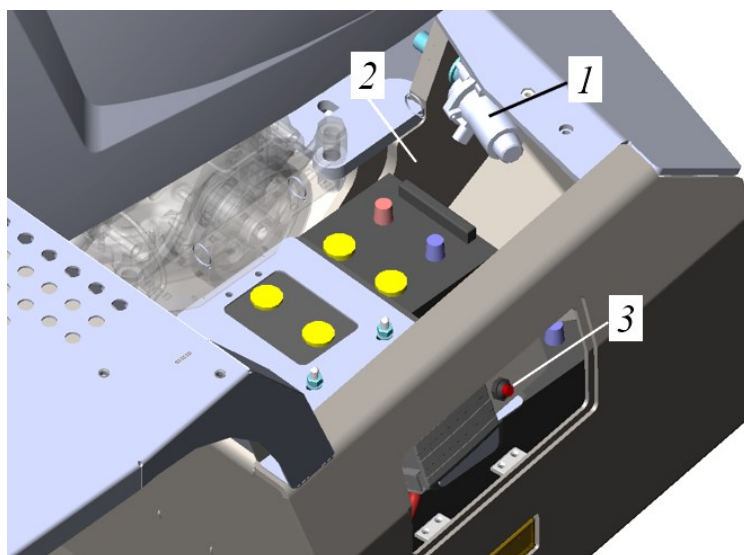

Рисунок 5.61. Аккумуляторный отсек
Выключатель массы 1 находится в аккумуляторном отсеке 2, рис. 5.61. Доступ к нему реализован только после снятия крышки.
Для удобства включения и выключения массы установлена дублирующая кнопка 3 (кнопка дистанционного включения массы), которая расположена под лючком левого противовеса, рис. 5.61.
- Отключить массу (нажать на кнопку массы, обесточив систему электрооборудования машины) рис. 5.61.